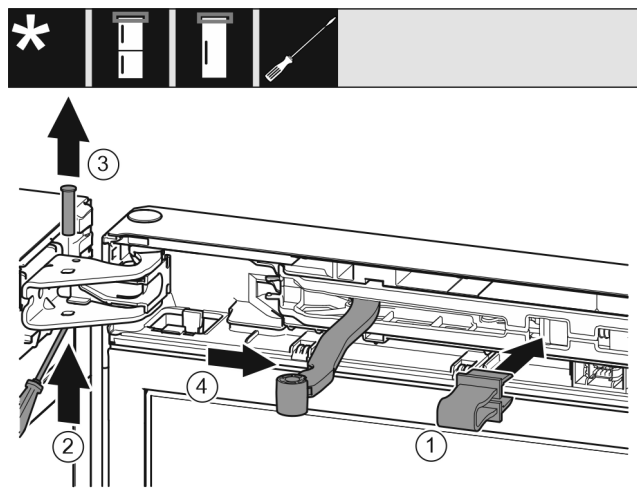

Fig. 9
- ▶ Zakvačite osigurač u otvor. Fig. 9 (1)
- ▶ Odvijačem gurnite van svornjake. Fig. 9 (2)
- ▶ Skinite svornjake prema gore. Fig. 9 (3)
- ▶ Okrenite zglobov u smjeru vrata. Fig. 9 (4)